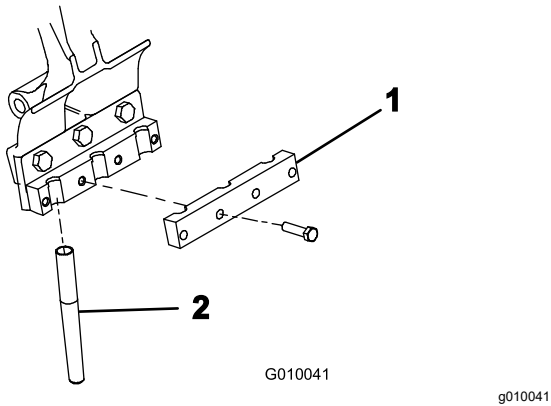

Figura 24
5. Instale, sem apertar, uma barra de fixação a cada suporte de dente (Figura 24) com 4 parafusos ($\frac{3}{8}$ x $1\frac{1}{2}$ pol.). Não aperte os parafusos.